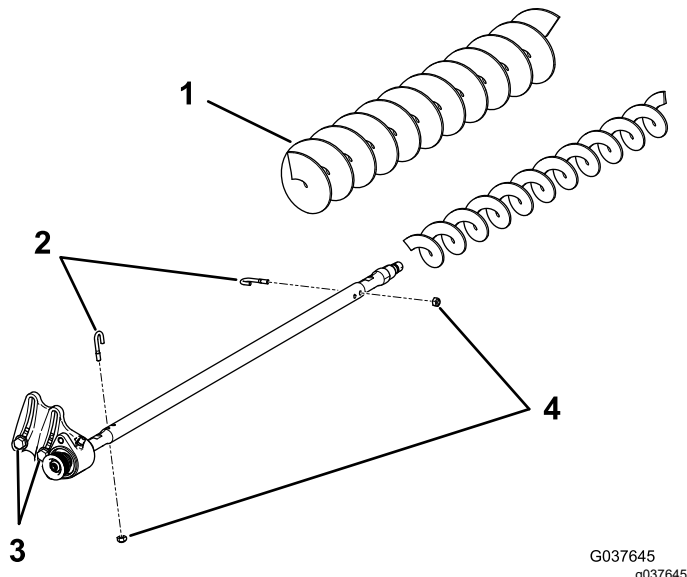

图 22
3. 拆下 2 个 J 形螺栓和螺母图 22。
4. 滑动现有滚筒刷从刷轴上取下来图 22。
5. 松开将传动轴承座固定到轴承座安装支架上的 2 个螺栓、垫圈和螺母图 22。
6. 把高剪滚筒刷滑入刷轴图 22。
- 使用之前卸下的 2 个 J 形螺栓和螺母把滚筒刷夹在轴上 图 22。